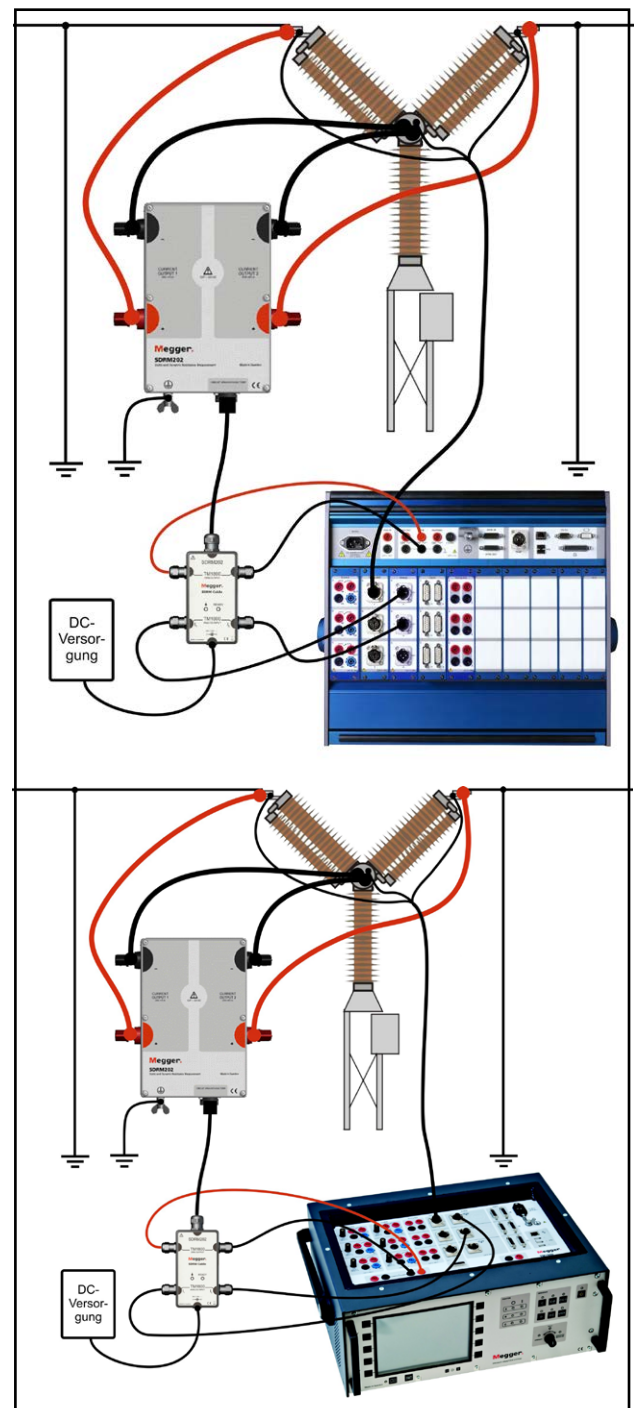

Abb. 4.2.1 Zusammenschaltung mit SDRM202. SDRM201 wird auf dieselbe Weise, jedoch nur mit einem Kanal zusammengeschaltet.
- 1] Verbinden Sie SDRM201/202 und den Schalter gemäß Abb. 4.2.1.